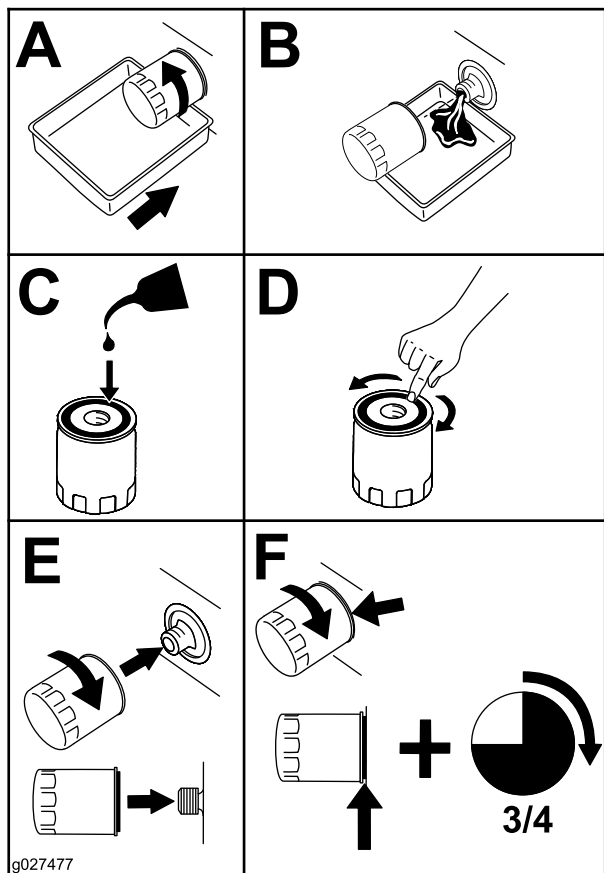

Figura 34
2. Cambiate il filtro dell'olio motore (Figura 34).